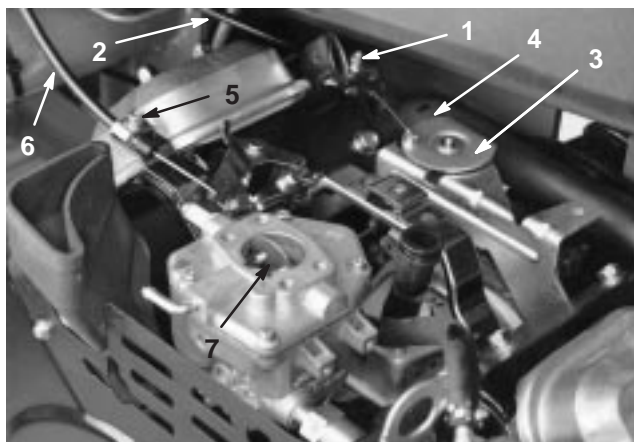

Bild 44
1. Lockern Sie die Klemmschraube des Bowdenzugs, mit der dieser am Motor befestigt ist (Bild 44).
3. Ziehen Sie fest am Bowdenzug, bis die Rückseite der Schwenkplatte den Anschlag berührt (Bild 44).
3. Ziehen Sie fest am Chokezug, bis die Choke-Drosselklappe ganz geschlossen ist; ziehen Sie dann die Klemmschraube des Bowdenzugs fest (Bild 44).